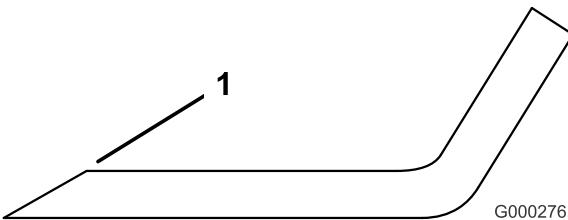

Figura 29
- 3. Inspeccione los filos de corte de todas las cuchillas. Afile los filos de corte si están romos o tienen mellas. Afile únicamente la parte superior del filo y mantenga el ángulo de corte original para asegurar un filo correcto (Figura 29). La cuchilla permanecerá equilibrada si se retira la misma cantidad de metal de ambos filos de corte.